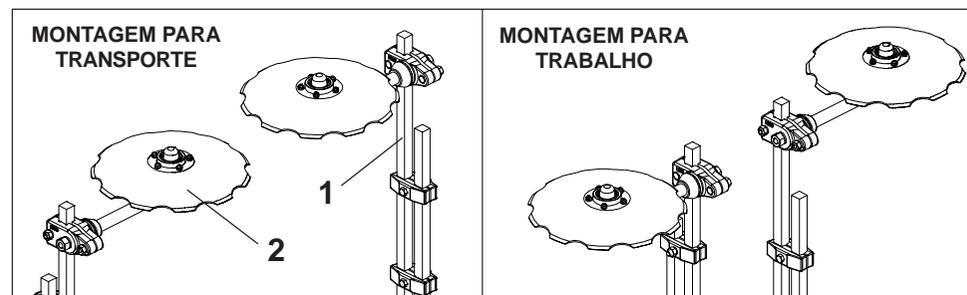

FIGURA 18
- As sementeiras, saem de fábrica com os marcadores de linha (1) montados. Os discos (2), são montados inversamente aos seus respectivos marcadores para evitar riscos de acidentes no transporte da sementeira, **conforme mostra a figura 18.**